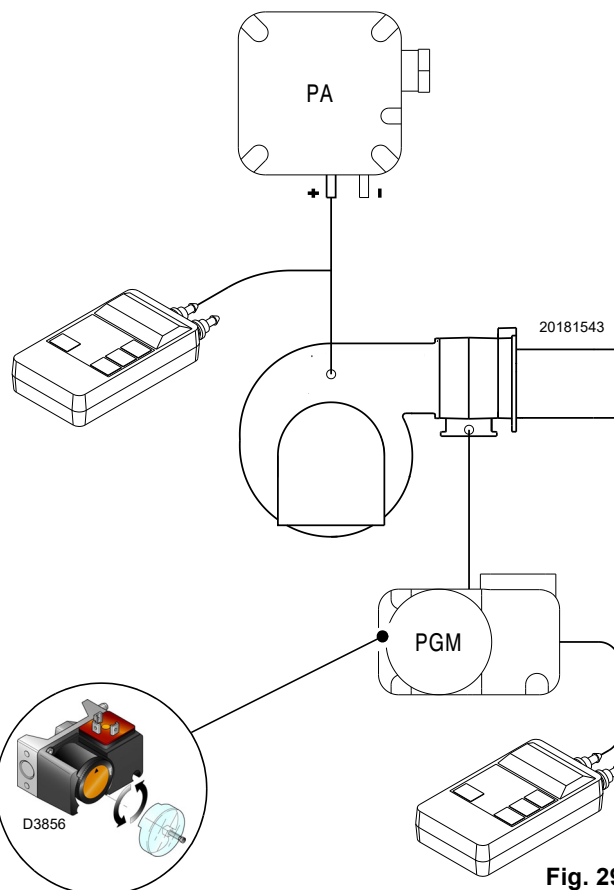

Fig. 29
- Regolare il pressostato gas di massima (Fig. 29 a pag. 27) a fine scala.
Eseguire la regolazione del pressostato gas di massima (Fig. 29) dopo aver effettuato tutte le altre regolazioni del bruciatore con il pressostato gas di massima regolato a fine scala.